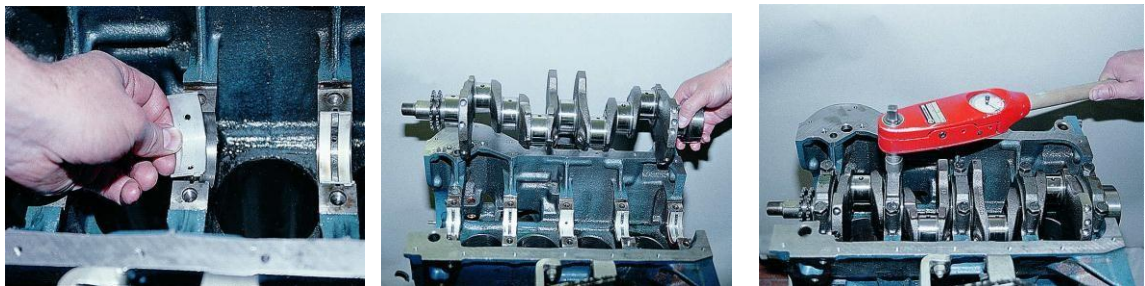

Рис. 58. Установка коленчатого вала в блок цилиндров
3. Установить коленчатый вал и вкладыши в постели блока, затем установить крышки коренных подшипников (рис. 58). Затяжка креплений крышек коренных (и шатунных) подшипников осуществляется динамометрическим ключом (значения моментов затяжки указываются в руководствах по эксплуатации конкретных марок автомобиля). Перед установкой коленчатого вала очищают шатунные и коренные шейки, удаляют заусенцы у кромок отверстий, промывают вал и продувают сжатым воздухом каналы для смазки.